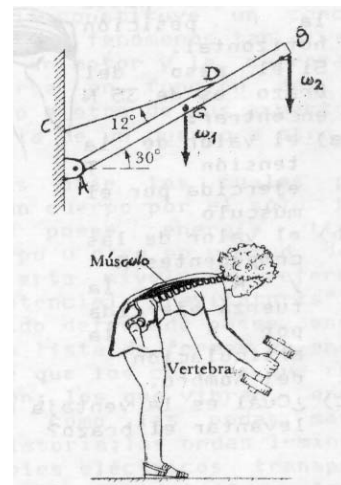

Figura 6.25 Problema 6.25
- 6.25 Considere el modelo mecánico de la figura 6.25 en el cual la barra AB representa la columna vertebral. El cable CD representa al grupo de músculos de la espalda que mantienen a la persona en la posición incli-